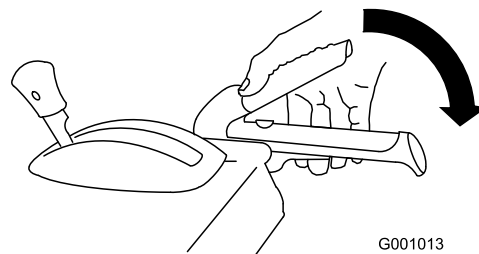

Рисунок 37
2. Прижмите рычаг шнека/крыльчатки к рукоятке и удерживайте его на месте (Рисунок 37).